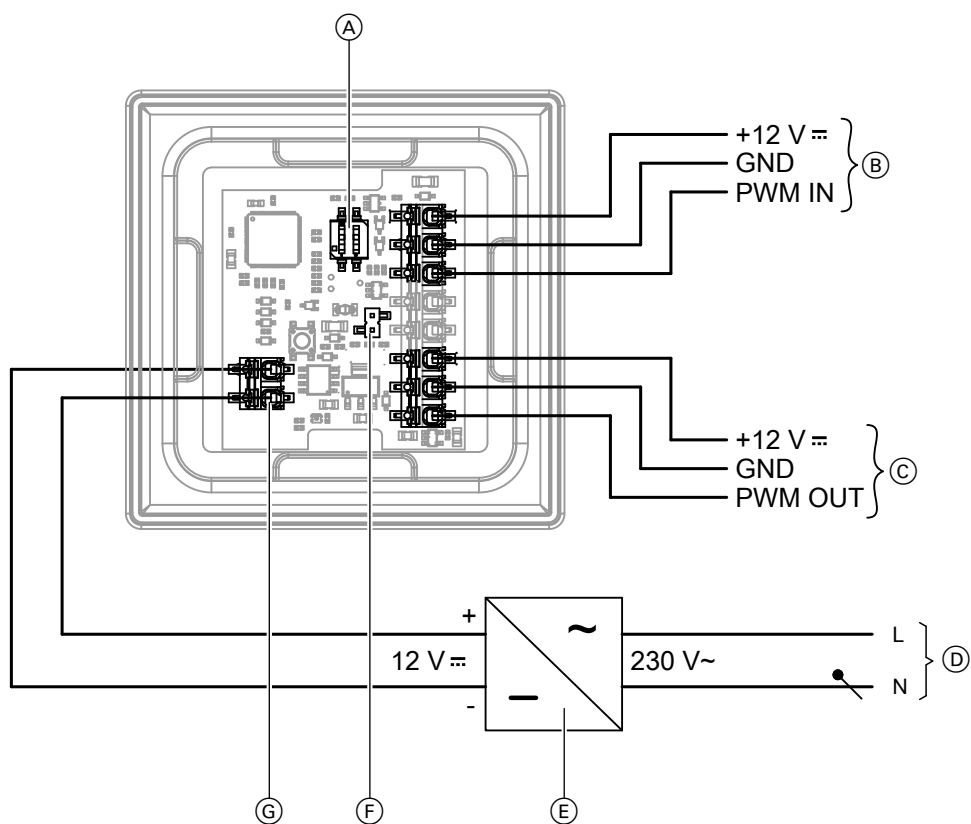

Abb. 45
1. 12-V- und Kommunikationsleitungen von der Innenwandblende durch Unterputzdose führen und an Bedienteil anschließen: Siehe Abb. 45 oder 46.
3. Netzteil Unterputz an Leiterplatte Bedienteil anschließen: Siehe Abb. 45 oder 46.
3. 12-V-Leitung vom Netzteil an Bedienteil anschließen: Siehe Abb. 45 oder 46.